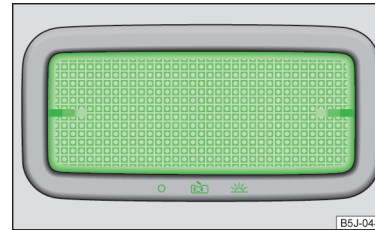

Abb. 98
- › Das Abdeckglas in Stellung » Abb. 98 bringen.
- › Das Abdeckglas in Stellung **O** » Abb. 98 bringen.
- › Das Abdeckglas in die mittlere Stellung » Abb. 98 bringen.